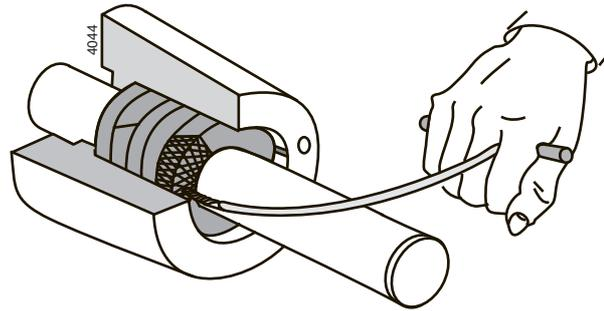

Figure 3: Utilisation d'un extracteur de tresses.
- 3 Enlevez les bagues de garniture de l'espace des garnitures. Utilisez à cet effet un tire-étoupe spécial, voir figure 3.